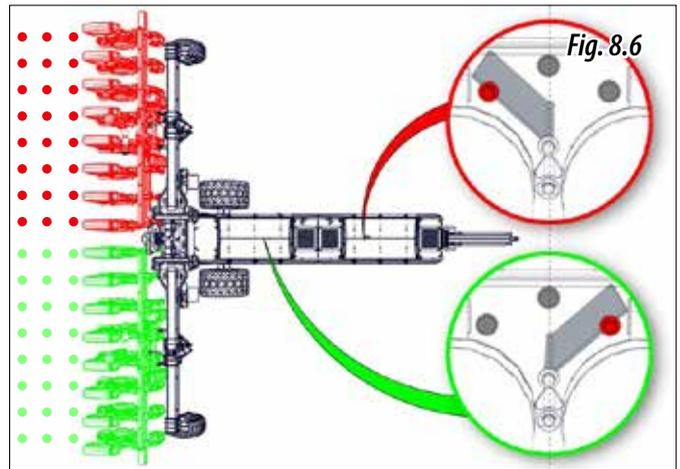

Fig. 8.6
- **ABONO/ABONO** (Fig. 8.6).
- 4- Una vez posicionada la trampilla en la nueva configuración, bloquearla mediante el tornillo y las arandelas, colocar los tapones en los 2 orificios que han quedado abiertos (Fig. 8.6, 8.7 o 8.8)